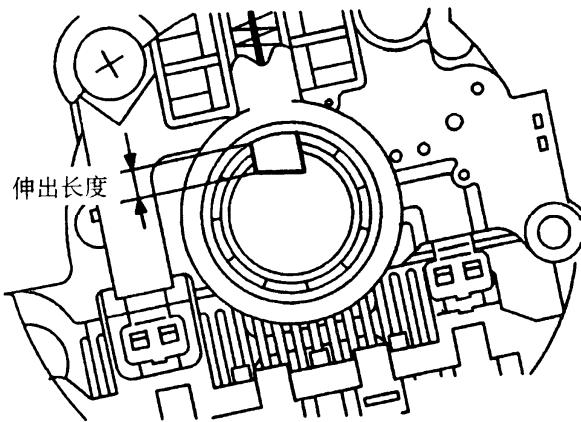

图 9-47
① 测量图 9-47 所示的电刷伸出长度，如长度在极限值以下，应予更换。